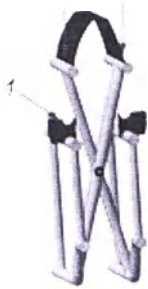
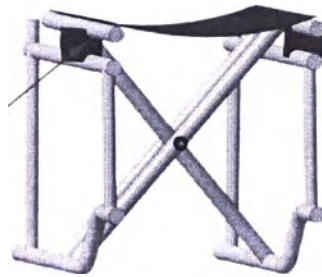

Рис.1.1
Рис.1.2
6.1 Рама кресла изготовлена из металла с порошковым напылением. Кресло поставляется в сложенном виде. Для того чтобы разложить раму кресла нажмите на трубы сиденья как показано на рис.1.1. Важно, чтобы трубы попали в ловители на раме (поз.1, рис.1.1). Труба должна полностью войти в ловитель как показано на рис.1.2